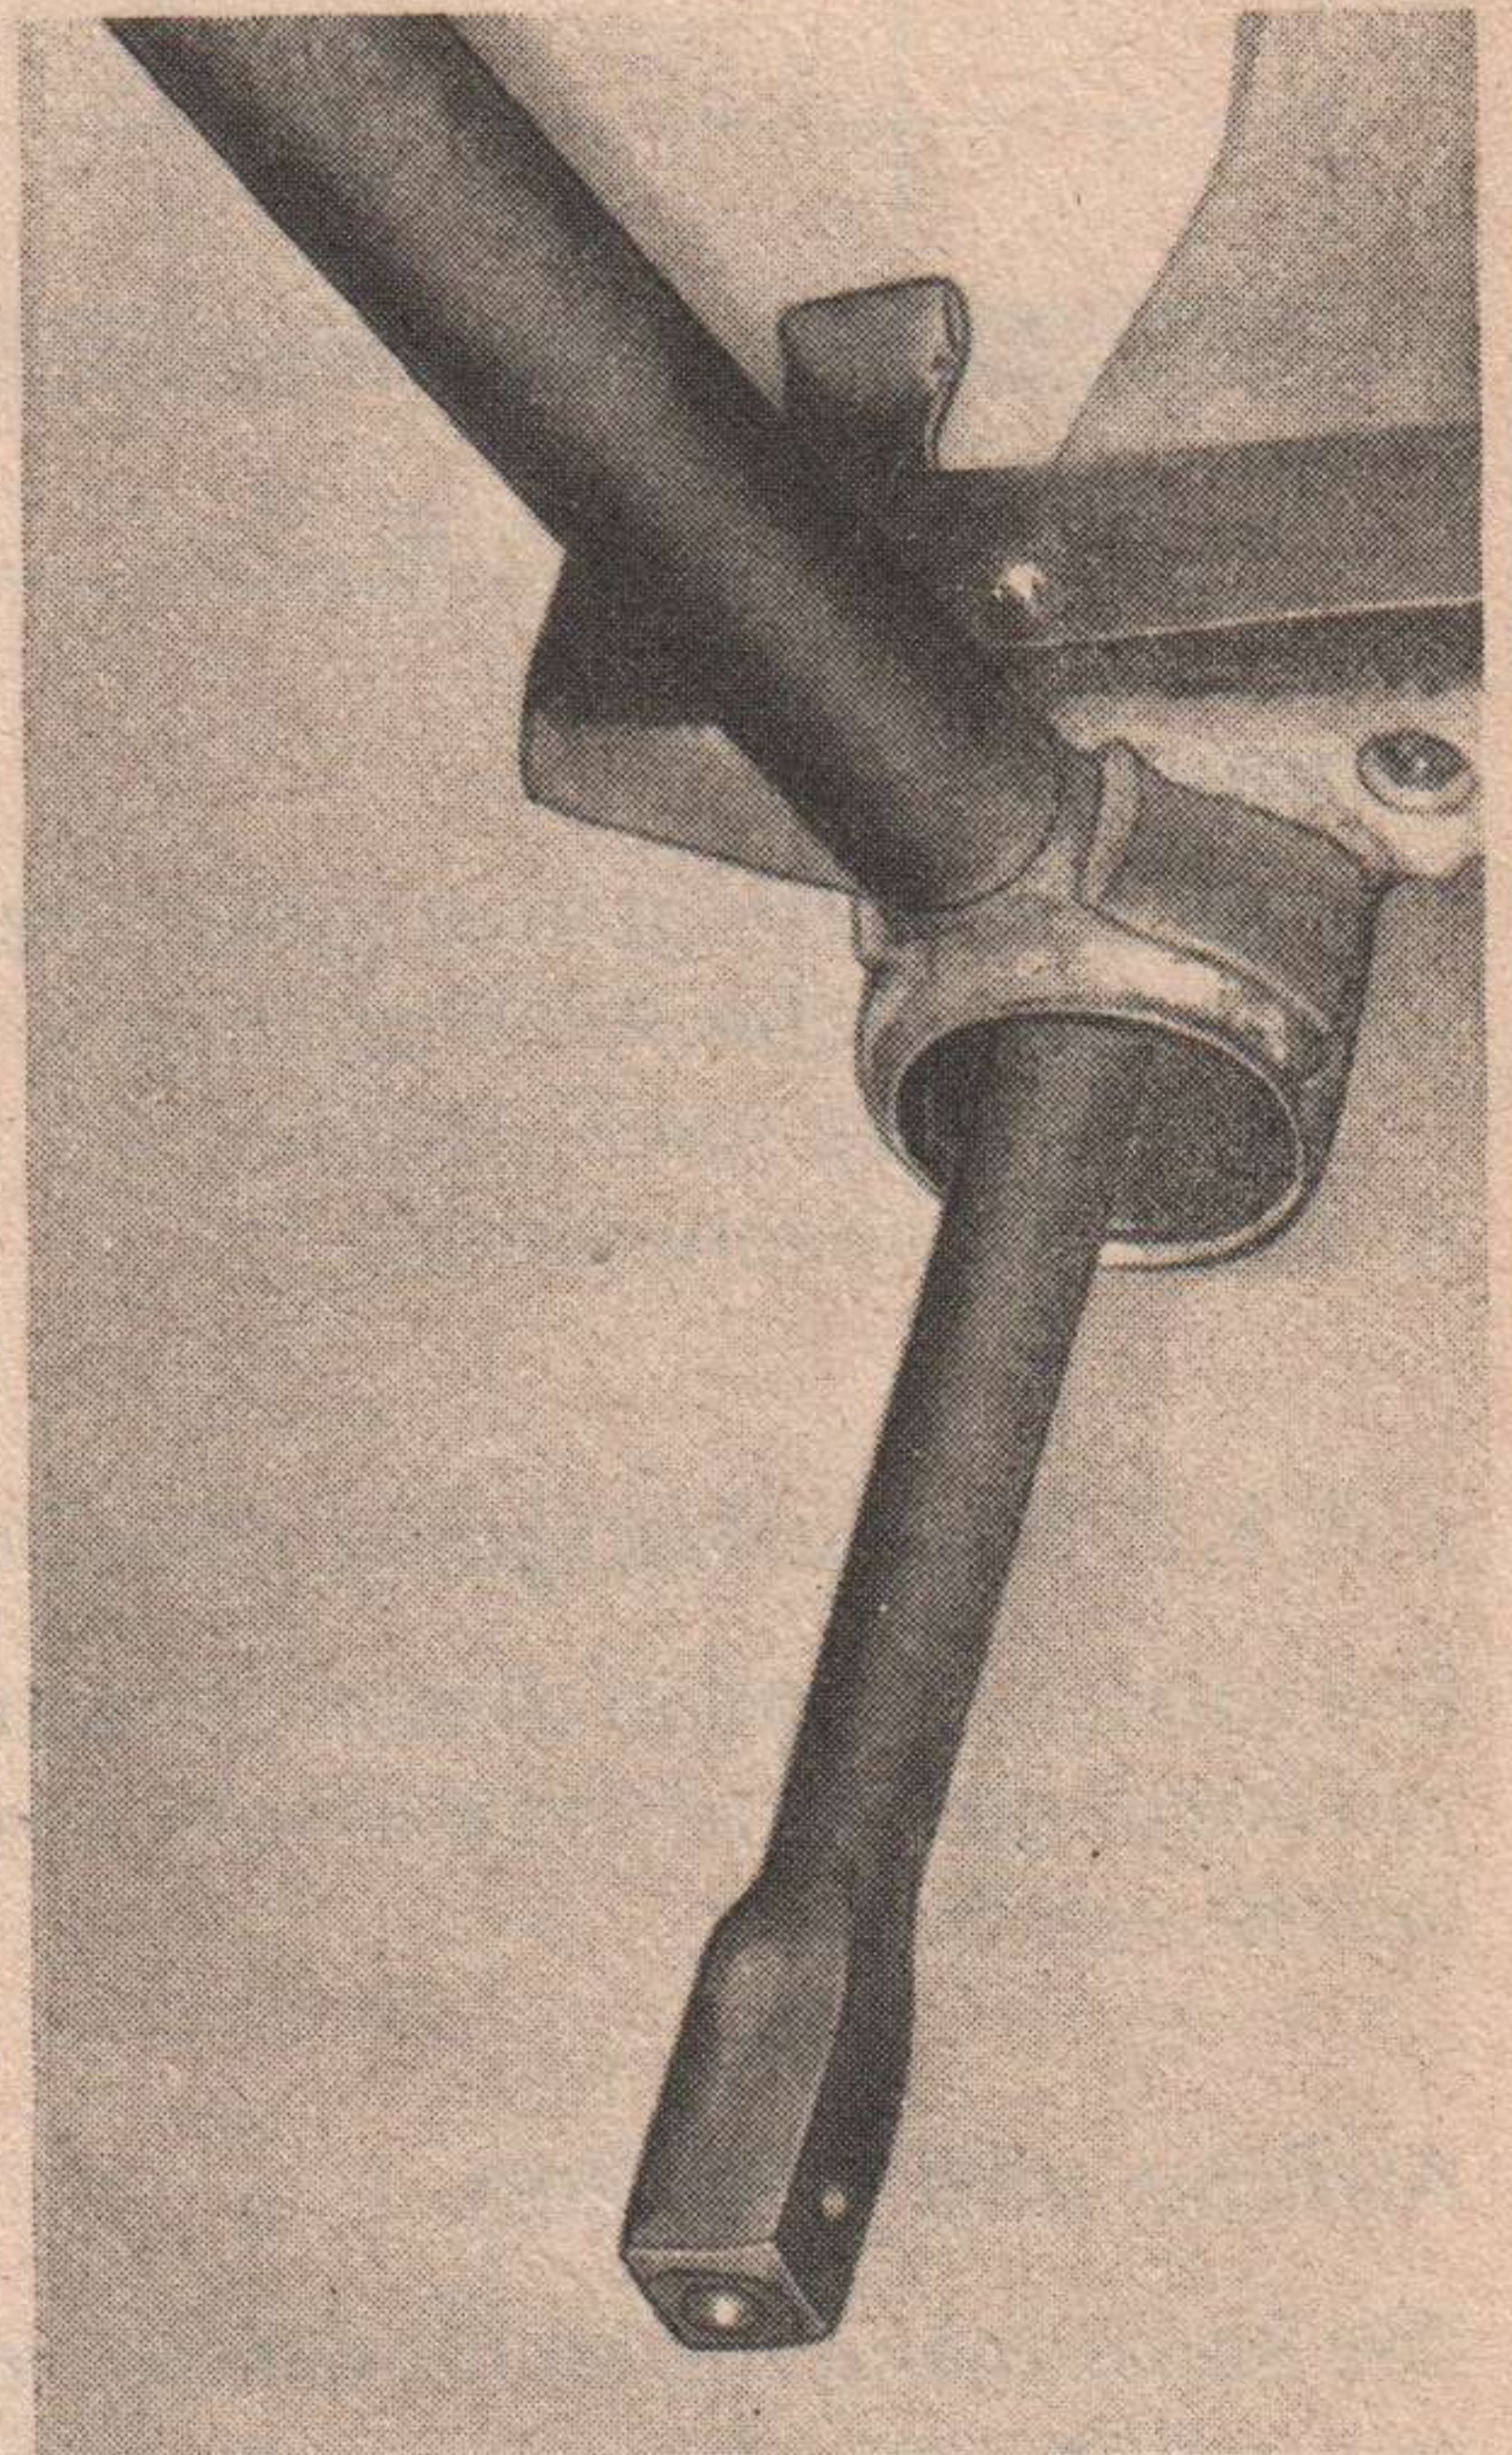

Bild 4.5. Herausziehen des Drehstabes aus dem Achsrohr
- Drehstab mit einem Dorn oder Bolzen in Richtung des demontierten Schwingarmes schlagen und herausnehmen (Bild 4.5).